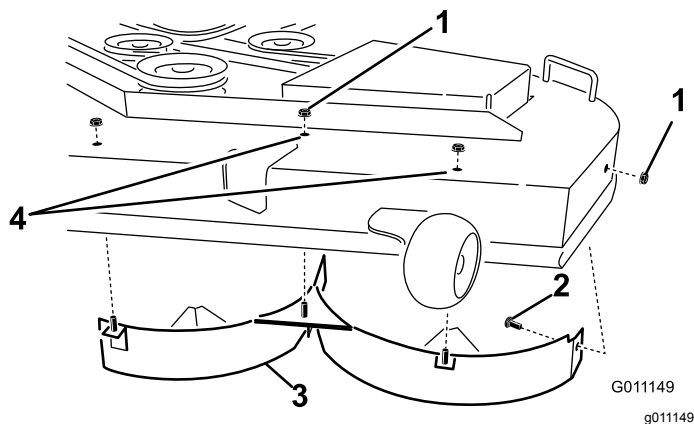

Bild 16
4. Entfernen Sie die drei Sicherungsmuttern (5/16"), mit denen die geschweißten Streben des linken Ablenkblechs oben am Mähwerk in der Mitte, links von der Mitte und in den linken Stellungen befestigt sind (Bild 16).
5. Entfernen Sie die Schlossschraube und die Sicherungsmutter an der Seitenwand des Mähwerks, die das linke Ablenkblech am Mähwerk befestigen (Bild 16).
6. Nehmen Sie das linke Ablenkblech vom Mähwerk ab (Bild 16).
7. Suchen Sie die zwei Schrauben in den losen Teilen und setzen Sie diese Befestigungen mit den vorhandenen Sicherungsmuttern in die Löcher im Mähwerk ein, die in Bild 16 abgebildet sind, um das Herausschleudern von Rückständen zu vermeiden.